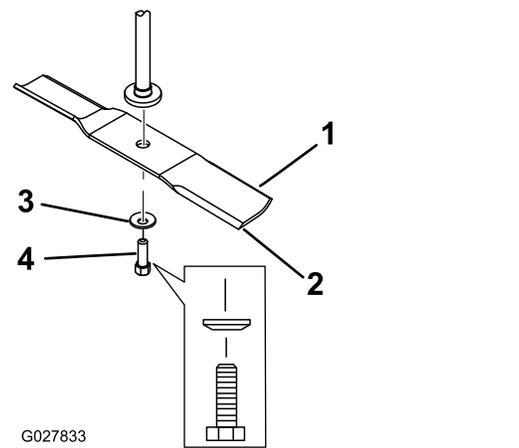

Figure 52
2. Enlevez de l'axe, le boulon, la rondelle bombée et la lame (Figure 52).
1. Placez la lame sur l'axe (Figure 52).
2. Montez la rondelle bombée (face concave vers la lame) et le boulon de lame (Figure 52).